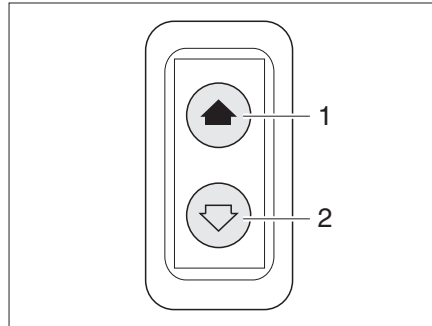

Fig. 18 Interrupteur pour lève-vitres électrique
Le véhicule est équipé d'un lève-vitre électrique (Fig. 18) du côté du conducteur.
- Appuyer sur la partie inférieure du commutateur (Fig. 18,2).
- Appuyer sur la partie supérieure du commutateur (Fig. 18,1).